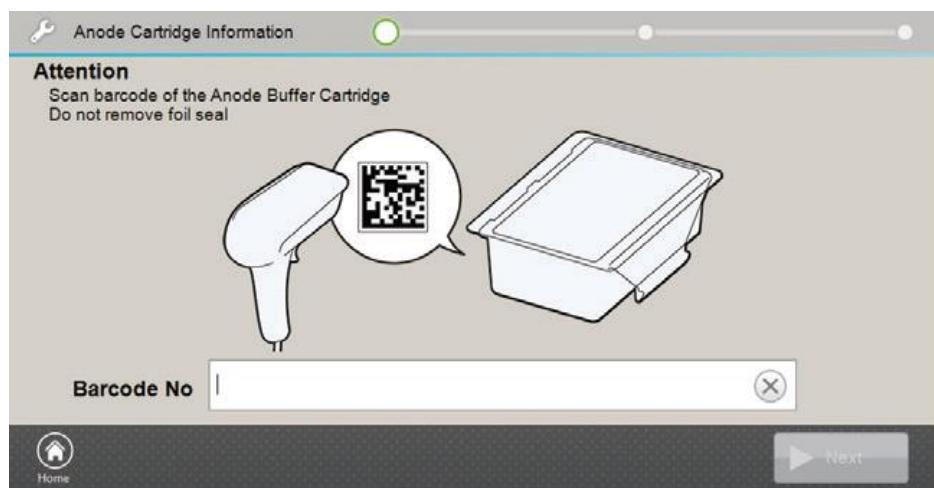

図 16 アノードバッファーカートリッジのバーコード読み込み画面
3. フッターにある **Install** のボタンを押して交換手順のウィザードを開始してください。アノードバッファーカートリッジのバーコードを読み込む画面が開きます。（図 16）